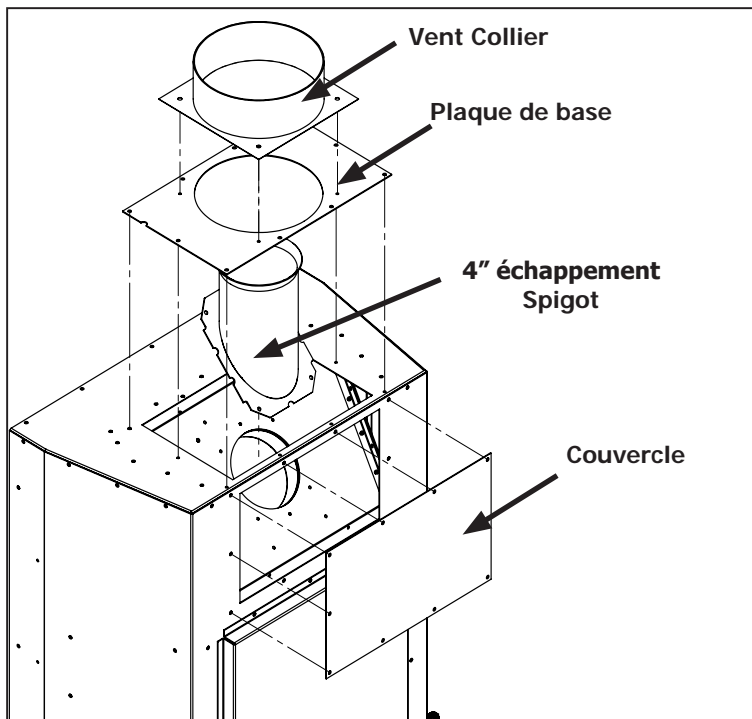

Figure 31: Retrait de Ventilation Co-Axial
Étape 1: Avec un tournevis T20 enlever le col de ventilation, la plaque de base, plaque de couverture et 4 \" robinet d'échappement (27 vis au total) comme le montre la Figure 31. Le collier de ventilation, plaque de base, et 4\" buse d'évacuation ne seront plus utilisés.